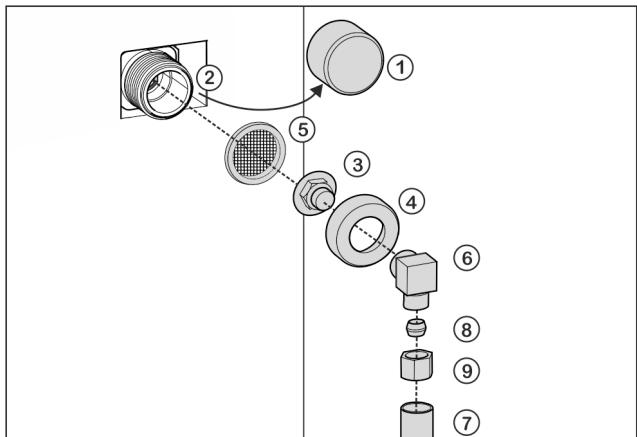

Fig. 50
- Kappe Fig. 50 (1) vom Magnetventil Fig. 50 (2) abziehen.
- Verbindungsstück Fig. 50 (3) in die Überwurfmutter Fig. 50 (4) einsetzen.
Unsachgemäßer Einbau des Wasserfilters Fig. 50 (5) !
- Wasserfilter Fig. 50 (5) mit der Vertiefung nach unten in Richtung Verbindungsstück Fig. 50 (3) einsetzen.
- Überwurfmutter Fig. 50 (4) an das Magnetventil Fig. 50 (2) anschließen und festziehen.
- Winkelstück Fig. 50 (6) anschrauben.
- Wasserleitung Fig. 50 (7) (z.B. Kupfer) mit Hilfe von Klemmring Fig. 50 (8) und Mutter Fig. 50 (9) am Winkelstück Fig. 50 (6) anschließen.
- Die Wasserleitung Fig. 50 (7) mit dem Rastbügel ggf. am Gehäuse fixieren.
- Winkelstück Fig. 50 (6) zur Seite legen.
- Wasserleitung Fig. 50 (7) (z.B. Kupfer) mit Hilfe von Klemmring Fig. 50 (8) und Mutter Fig. 50 (9) am Verbindungsstück Fig. 50 (3) anschließen.